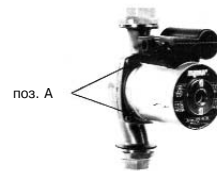

рис. 3
2.2. Перед установкой насоса или после его слива, необходимо отвинтить два винта, расположенные на статоре (поз.А), вращать статор в желаемое положение (см. рис.3).